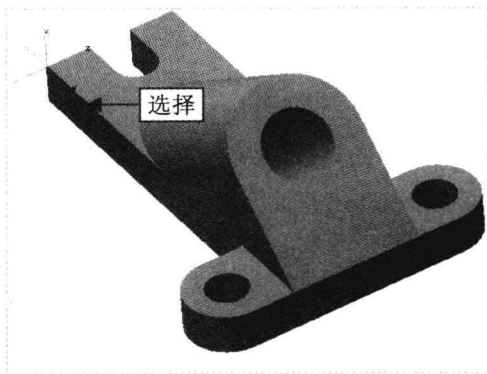

图 4-80 选择直线
Step 02 在“功能区”选项板的“模型”选项卡中,单击“基准”面板中的“坐标系”按钮,弹出“坐标系”对话框,按住【Ctrl】键的同时,依次选择两条不平行的直线,如图4-80所示。